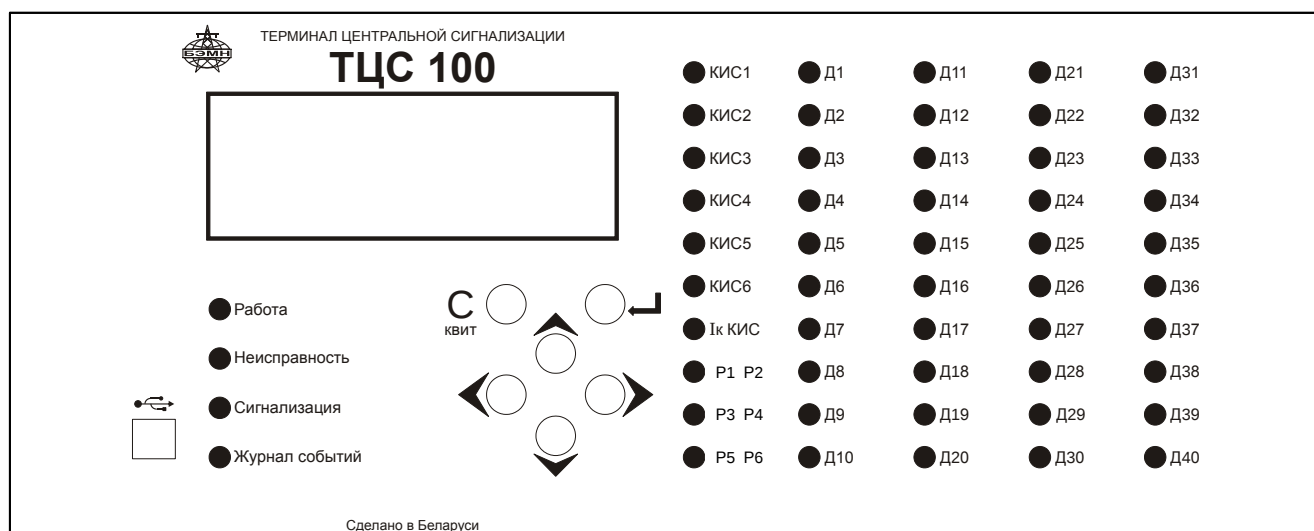

Рисунок 1.2 – Внешний вид ТЦС
1.3.2 ТЭС выполнен в виде моноблока (рисунок 1.2) в закрытом металлическом корпусе. В каркас с задней стороны по направляющим вставляются функциональные модули. Каждый модуль конструктивно выполнен на одной печатной плате. С задней стороны ТЭС установлены разъемы (Приложение Б).